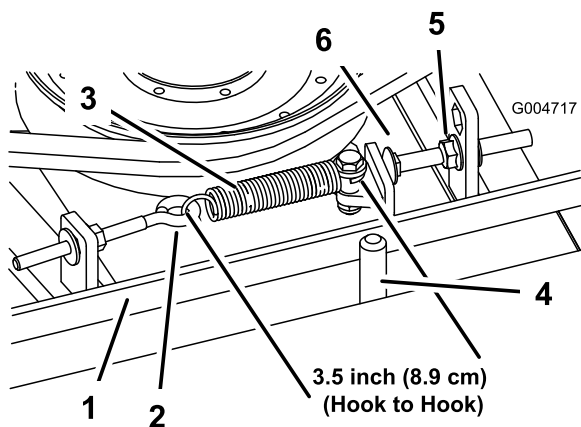

Bild 70
Wenn der Treibriemen richtig gespannt ist, sollte die Messung an der Verlängerungsfeder (Haken zu Haken) innen ungefähr $8,9 \text{ cm} \pm 6 \text{ mm}$ betragen. Wenn die Federspannung richtig ist, stellen Sie die Anschlagsschraube (Schlossschraube) ein, bis der Abstand zwischen dem Schraubenkopf und dem Spannung ungefähr $3 + 1,5/0,0 \text{ mm}$ beträgt (Bild 70).
Hinweis: Achten Sie darauf, dass der Riemen auf der Federseite der Riemenführung positioniert ist (Bild 70).
2. Lösen Sie den Augenbolzen, um die Verlängerungsfeder abzunehmen (Bild 70).
3. Lösen Sie die Bundmutter, mit der die Anschlagsschraube an der Befestigungslasche befestigt ist. Schieben Sie die Mutter so weit zurück, dass der Spannarm an der Anschlagsschraube vorbeigeführt werden kann (Bild 70). Bewegen Sie die Spannscheibe vom Riemen weg, um diesen zu entspannen.
8. Setzen Sie die Verlängerungsfeder (Bild 70) wieder in den Augenbolzen ein und spannen Sie den Riemen wie folgt: